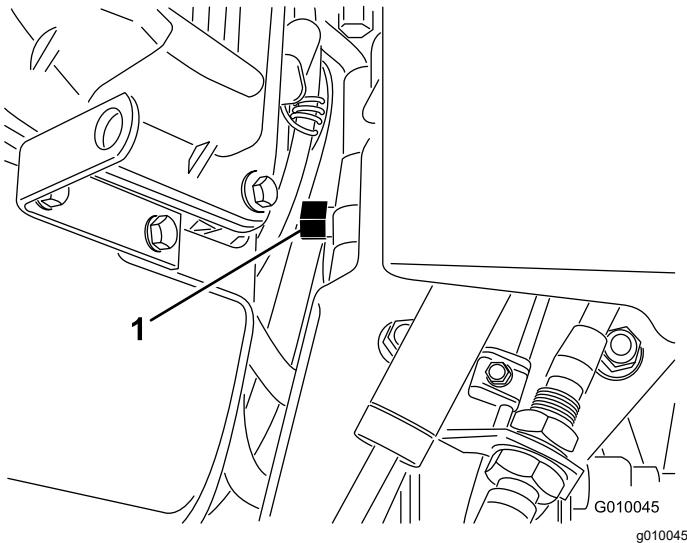

Bild 29
2. Finden Sie das Sicherheitsventil zwischen der Motor und der hydrostatischen Pumpe (Bild 29).
3. Drehen Sie das Sicherheitsventil mit einem Schlüssel ($\frac{5}{8}$ ") eine Umdrehung nach links. So kann das Hydrauliköl an der Pumpe vorbei fließen, und die Räder können sich ungehindert drehen (Bild 29).
5. Drehen Sie das Sicherheitsventil um eine Umdrehung nach rechts (Bild 29), wenn Sie die Maschine erneut verwenden möchten.